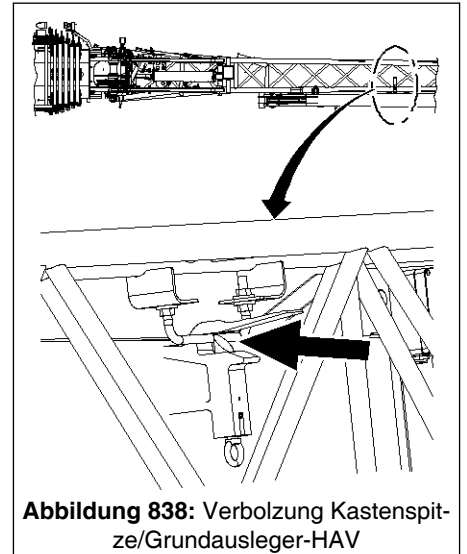

Abbildung 838: Verbolzung Kastenspitze/Grundausleger-HAV
Wenn der in ↗ Abb. 838, Seite 873 markierte Bolzen bei der Durchführung des nächsten Arbeitsschrittes nicht einrastet, kann die Kastenspitze (1) unkontrolliert zurückklappen!
■ Kontrollieren, dass der in ↗ Abb. 838, Seite 873 markierte Bolzen eingerastet ist.
- Kastenspitze (1) mit dem Hilfsseil um die rechten Bolzen (2, 2x) klappen, bis der in ↗ Abb. 838, Seite 873 markierte Bolzen aus der Klappbewegung heraus am Grundausleger-HAV einrastet.